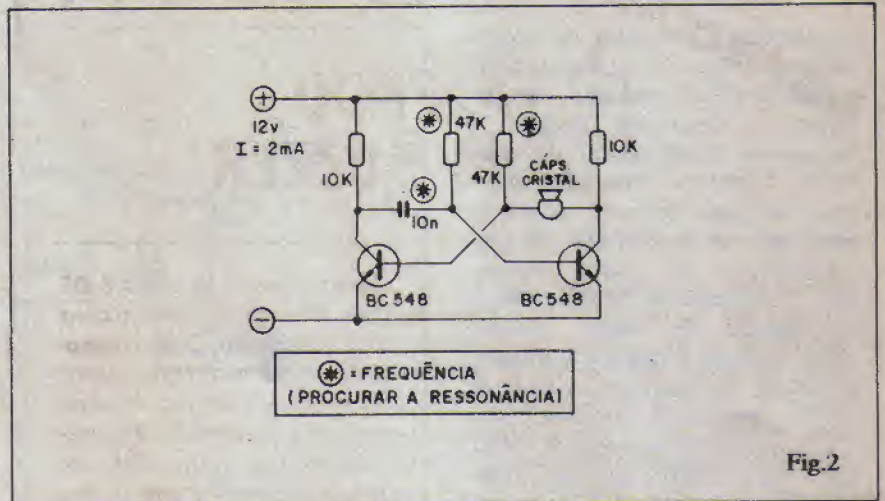
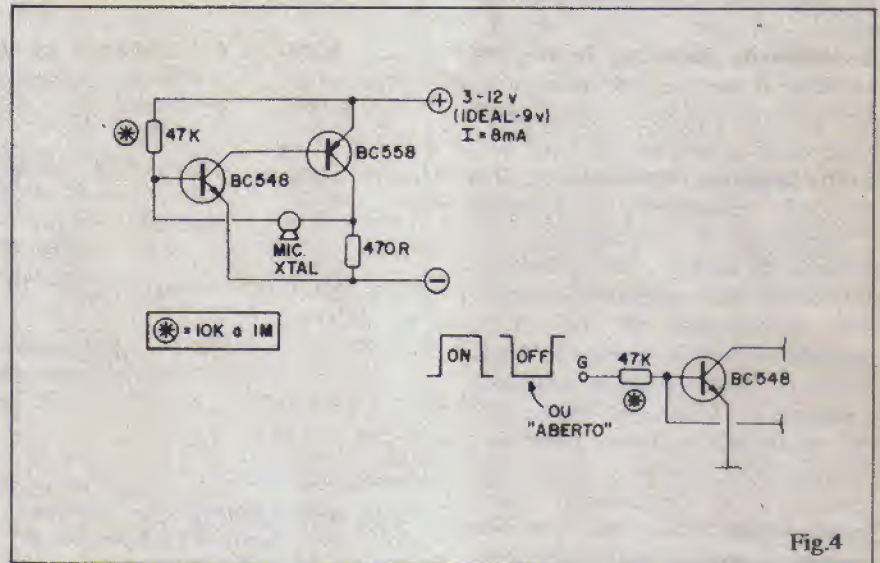

Fig.2
Fig.4
- FIG. 2 - Primeira idéia para um buzzer “feito em casa”... Um simples circuito com dois transístores bipolares “universais” (admitem “uma pá” de equivalências...), estruturados em ASTÁ-
FIG. 4 - Provavelmente o **melhor** de todos os arranjos aqui sugeridos para a "confeção" de um **buzzer**... Representa a melhor solução de compromisso entre **tamanho/custo/nível do sinal gerado/faixa de tensão operacional/consumo de corrente!** O CIRCUITIM nada mais é do que um **ASTÁVEL** formado por dois transístores bipolares complementares (um NPN e um PNP), que - inclusive - admitem uma série enorme de equivalências. Parecido com o que ocorre na ideia da fig. 2, uma cápsula de cristal (piezo), tipo "microfone" assume o lugar tradicionalmente reservado ao capacitor de realimentação